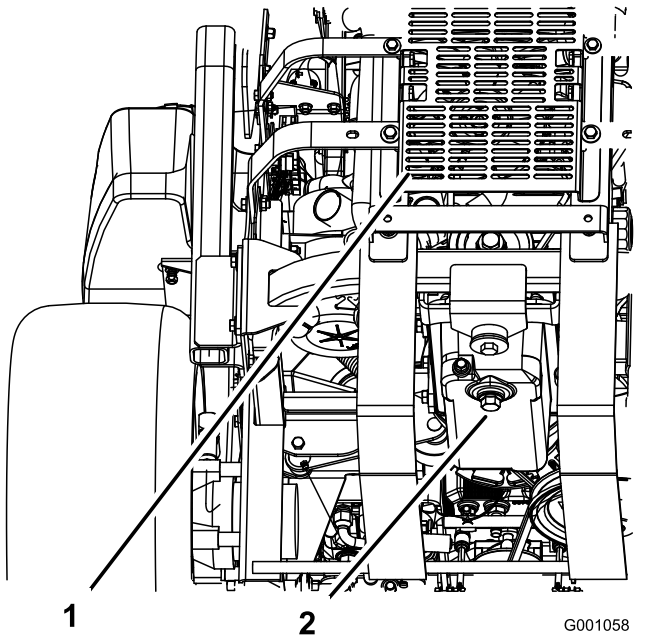

Figure 60
5. Placez un bac de vidange sous l'orifice de vidange. Retirez le bouchon de vidange et laissez s'écouler toute l'huile (Figure 60).